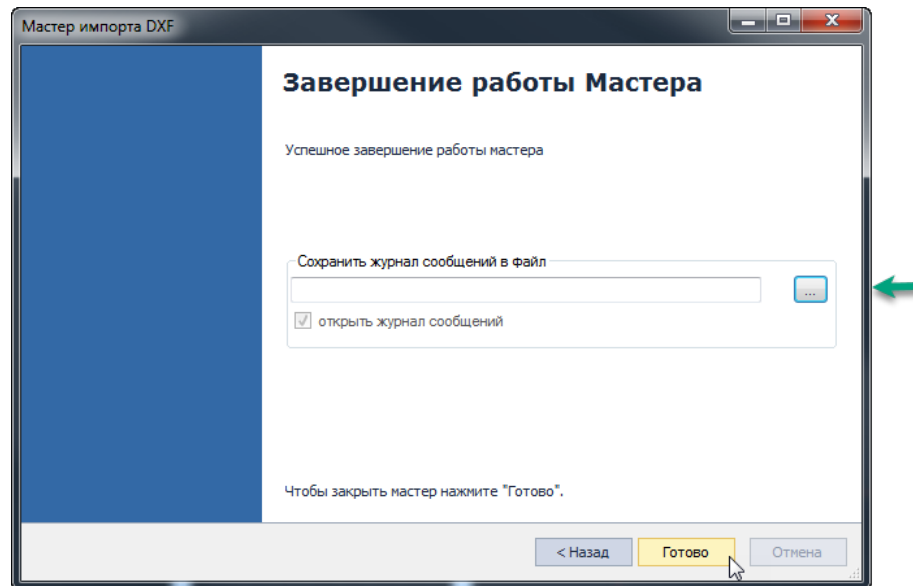

Рис. 78 Заключительное окно мастера импорта
- Нажать кнопку «Готово» для завершения импорта, см. Рис. 78. В заключительном окне мастера, будет предложено создать и просмотреть текстовый файл, содержащий протокол импорта. Для сохранения текстового файла с протоколом импорта необходимо нажать кнопку  - «Выбор».